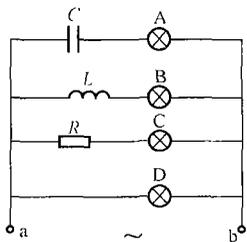

图 A-2
**La3A3203** 当电源频率增加后，图 A-2 中的 (A) 亮度会增加。